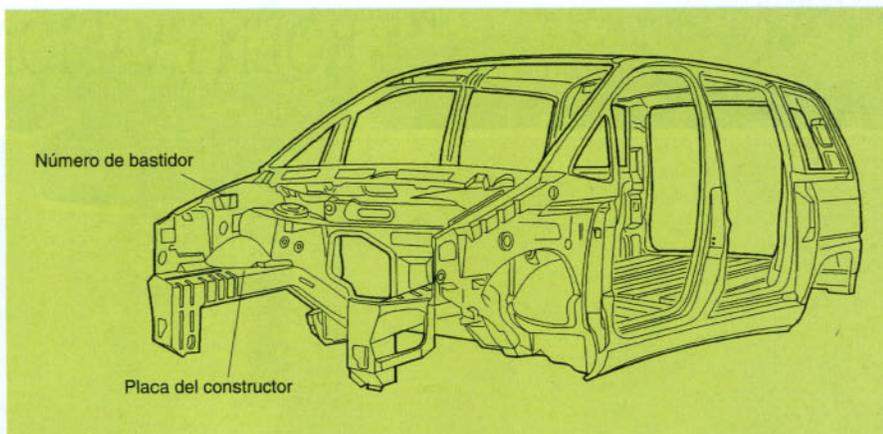

Figura 1. Situación de las placas de identificación del vehículo.
La situación de estas placas se refleja en la figura 1.
- **El número de bastidor** se encuentra troquelado en la parte superior del pase de rueda derecho (figura 1). Consta de 17 caracteres alfanuméricos.